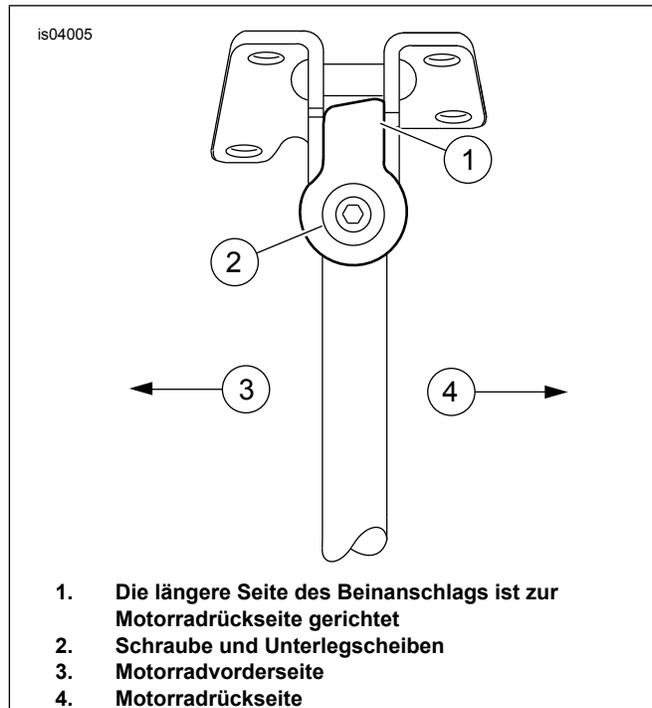

Abbildung 2. Beinanschlag (vorderste Stellung)
4. Die neue Ständerbein-Baugruppe (2) aus dem Satz an der Befestigungshalterung auf dem Motorrad anbringen. Den Ständer in der vollständig nach vorne (unten) ausgefahrenen Position halten und den Beinanschlag (E) über dem rechteckigen Ende anbringen. Darauf achten, dass der eingeprägte Text „DOWN SIDE“ auf dem Beinanschlag nach unten gerichtet ist. Sicherstellen, dass die längere Seite des Beinanschlags zur Rückseite des Motorrads (siehe Abbildung 2) weist. Mit der zuvor entfernten flachen Unterlegscheibe (D), Sicherungsscheibe (C) und Schraube (B) befestigen.
5. Die Ständerbeinfeder (A) einbauen. Schraube (B) auf ein Drehmoment von 16,3–20,3 N·m (144–180 in-lb) anziehen.
6. Den Gummipuffer (3) aus dem Satz in der Öffnung auf der abgehobenen Spitze des Ständerbeins einbauen.